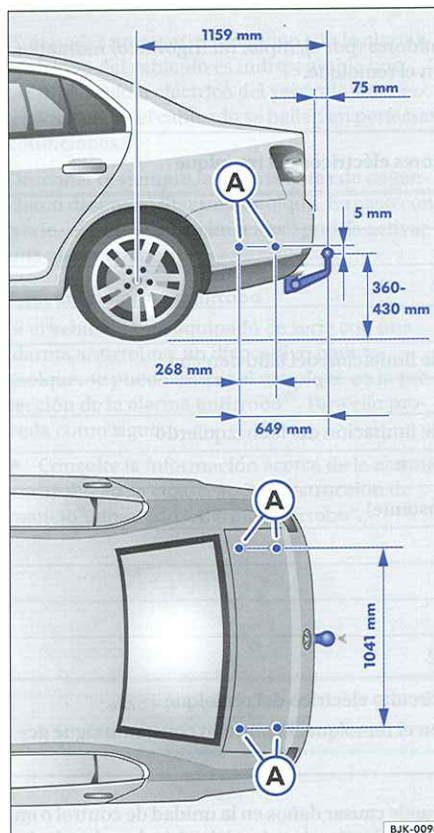

Fig. 5 Puntos de fijación del dispositivo de remolque
Los puntos de fijación ⇒ fig. 5 del enganche de remolque se encuentran detrás del paragolpes.
- En la figura ⇒ fig. 5 podrá apreciar las cotas y los puntos de fijación que deben tenerse en cuenta en el montaje posterior de un dispositivo de remolque.